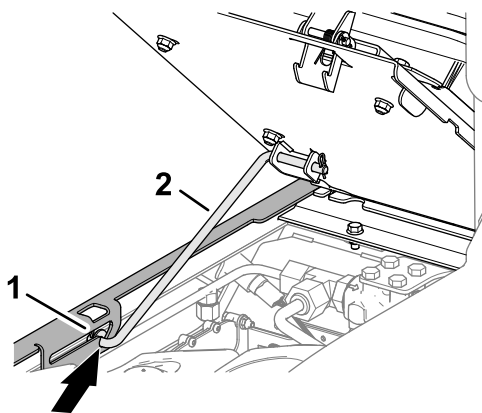

Figura 63
3. Asegúrese de que la varilla de sujeción delantera está asentada en la ranura de retención del soporte del asiento (Figura 63).